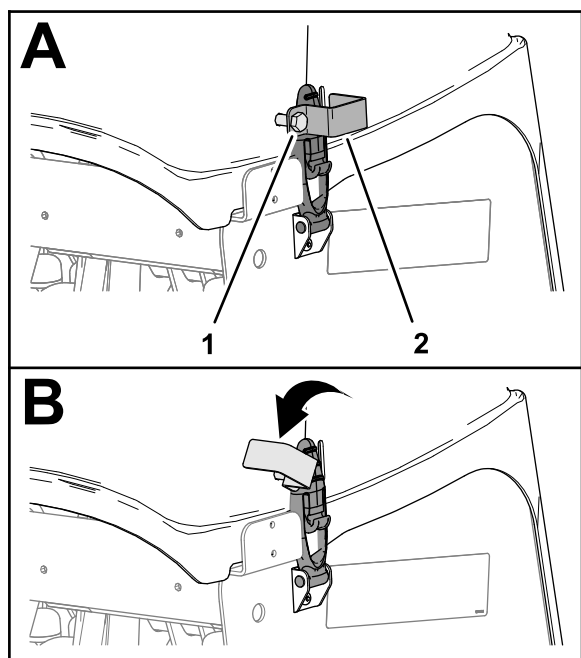

Figura 138
1. Se la macchina presenta dispositivi di chiusura CE, allentate il bullone della piastra di bloccaggio fino a quando la piastra di bloccaggio non libera la fessura sul lato della copertura della testa di carotaggio (**Figura 138**).
2. Ruotate la piastra di bloccaggio per liberare la fessura (**Figura 138**).